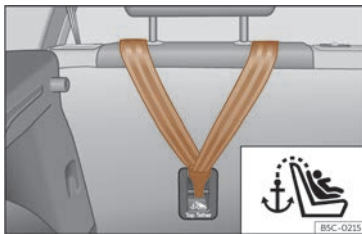

Fig. 36 Partea spate a scaunelor spate:
tovehicul. Acest punct este amplasat pe spatele spătarului banchetei spate (identificat cu simbolul ) și oferă o reținere mai bună >>> **fig. 36**.
- Glisați centura și asigurați-o corect cu ajutorul punctului de ancorare de pe spătarul banchetei spate >>> **fig. 36**.